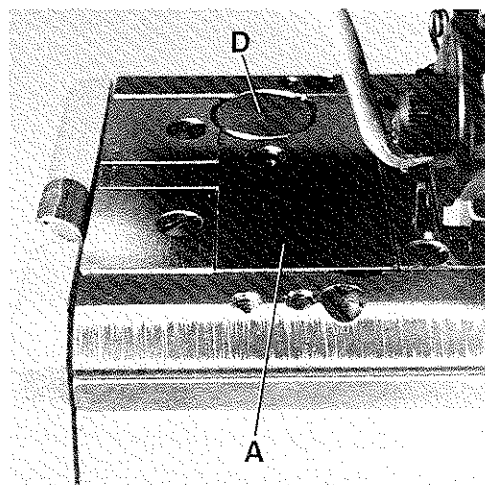
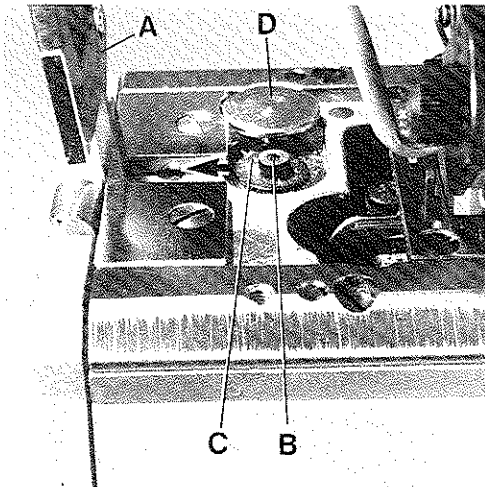
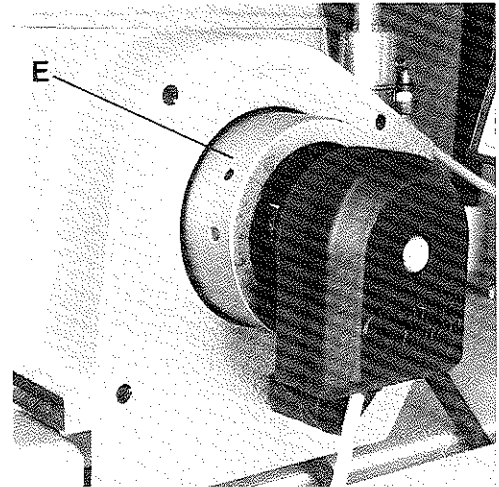

Fig.26
Fig.27
Fig.28
Before the machine leaves the factory, the stitch length change mechanism is locked. After folding up cover (A, Figs. 26 and 27) and loosening screw (B, Fig. 27) lever (C) can be swung in the direction of the arrow to the left to unlock the stitch length change mechanism. The required hexagon socket wrench is a component of the machine accessories.
Vor dem Versand der Maschine wird die Stichlängenverstellung blockiert. Schwenkt man den Deckel (A, Fig. 26 und 27) nach oben und löst die Schraube (B, Fig. 27), kann der Hebel (C) in Pfeilrichtung nach links geschwenkt werden und die Arretierung der Stichlängenverstellung ist aufgehoben. Der benötigte Sechskantschraubendreher ist im Zubehör der Maschine enthalten.
The stitch length is changed by slightly pressing push button (D, Figs. 26 and 27) and simultaneously rotating pulley (E, Fig. 28). Within one revolution of the pulley push button (D, Fig. 26) engages and the stitch length change starts. Rotating pulley clockwise shortens the stitch, rotating it counter-clockwise increases the stitch. After setting the desired stitch length, the mechanism can be locked again. Remount cover.
Die Stichtlänge wird durch leichtes Drücken auf den Knopf (D, Fig. 26 und 27) und gleichzeitiges Drehen des Handrades (E, Fig. 28) eingestellt. Nach spätestens einer Umdrehung des Handrades rastet der Knopf (D, Fig. 26) ein und die Stichverstellung beginnt. Drehen des Handrades im Uhrzeigersinn verkleinert den Stich, drehen im Gegenuhrzeigersinn vergrößert ihn. Nach dem Einstellen der gewünschten Stichtlänge kann, wenn notwendig, die Stichtlängenverstellung wieder blockiert werden. Montieren Sie den Deckel wieder.